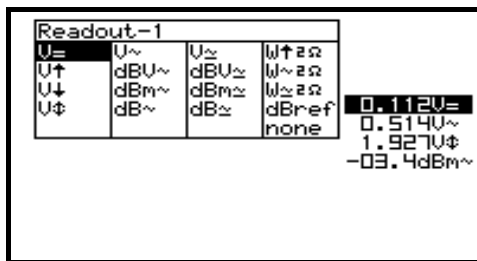

Fig 17
2. Druk op de pijltoetsen voor het kiezen van de uitlezingfunctie van meter1. (fig. 17)